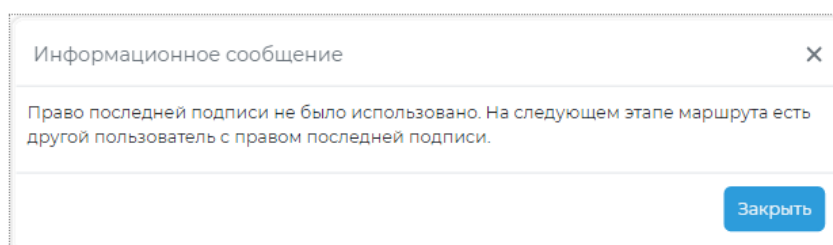

Рисунок 12.28 – Информационное сообщение
- отобразится модальное окно «Информационное сообщение» (Рисунок 12.28).